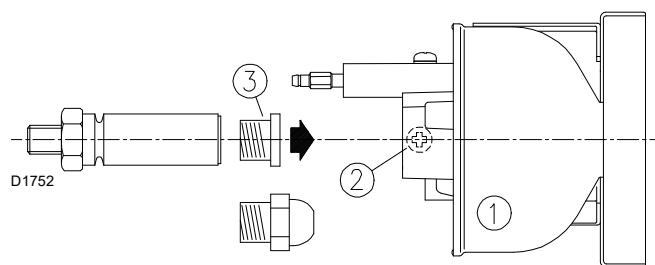

Fig. 12
- Los de schroef 2)(Fig. 12) en verwijder de stabilisatorgroep van de vlam 1, verwijder de plastic dop 3) en monteer de verstuiver: gebruik geen dichtingsproducten: flenzen, lint of silicone.